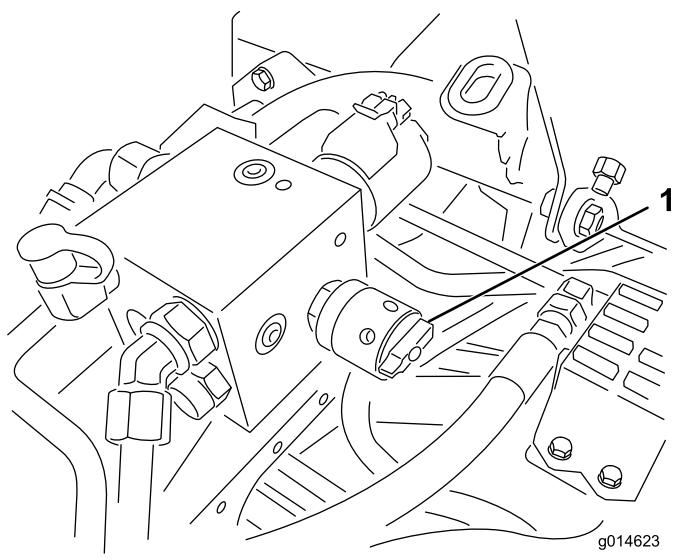

Bild 52
6. Drehen Sie den Spindeldrehzahlregler auf die Einstellung 1 (Bild 52).